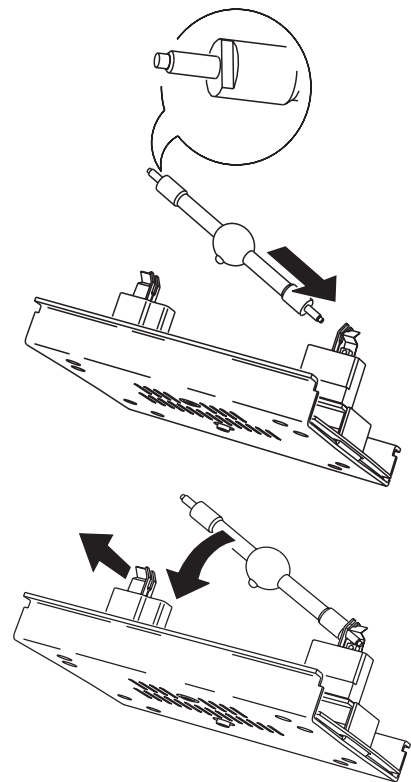

Bild 6: Einbau des Leuchtmittels
Die Sockel des Leuchtmittels sind speziell kodiert (siehe Bild 6), um eine eindeutige Brennstellung sicher zu stellen. Verwenden Sie niemals HMI 1200 W/S, die über den nicht kodierten Sockel Sfc 10-4 verfügen.
- 4 Unter Bezug auf Bild 6: Schieben Sie einen Anschluss des Leuchtmittels in den rechten Sockel, wobei der Evakuierungs- Nippel des Kolbens nach hinten zeigen muss. Lösen Sie die Haltefeder am linken Sockel und drücken Sie das andere Ende des Leuchtmittels in den Sockel.